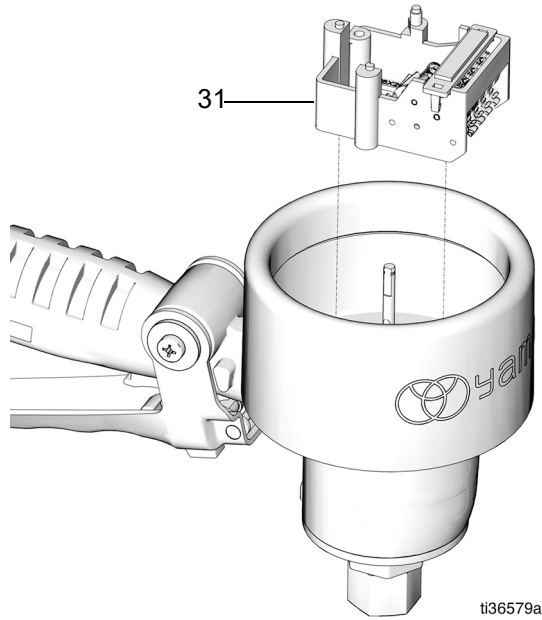

図 14
1. カウンタアセンブリ (31) を取り付けます (図 14)。